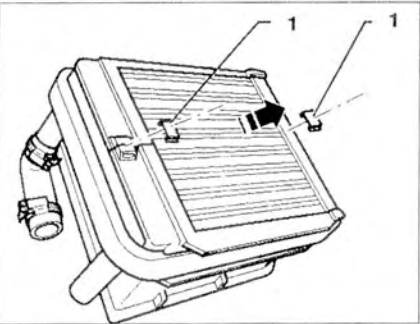

Рис. 9.86. Отсоедините фиксаторы **1** в направлении стрелок.
4. Отсоедините фиксаторы **1** в направлении стрелок (рис. 9.86).